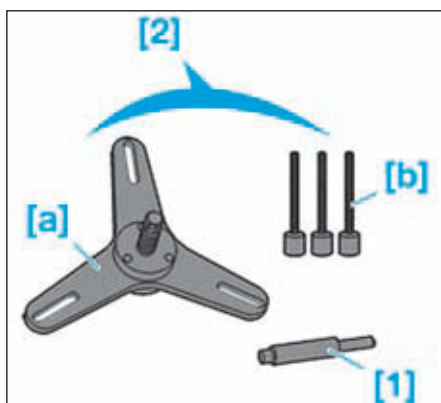

FIG.1
## OUTILLAGE SPÉCIFIQUE (FIG.1)
- Insérer le mandrin de centrage [1] (Fig.1).